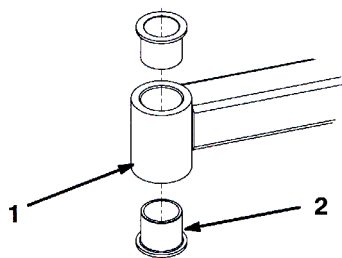

図27
4. ピン・ポンチを使って、チューブの上または下からブッシュをたたき出す (図27)。他のブッシュも、同様にしてチューブから取り外す。チューブの内部をきれいに清掃する。